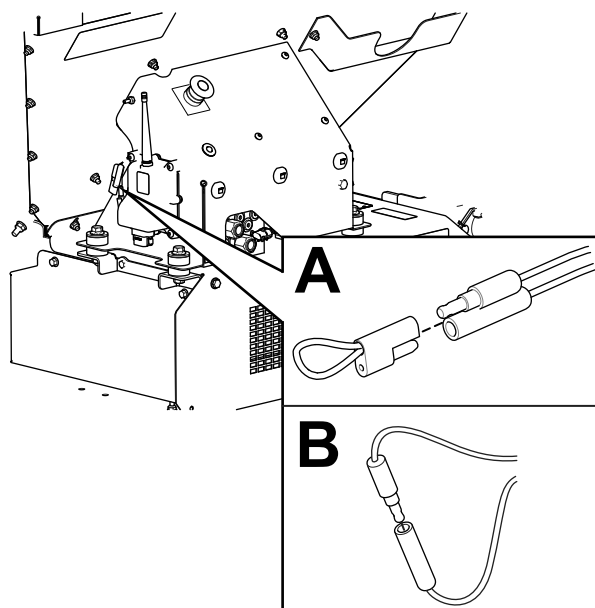

図 63
3. 故障診断コネクタ同士を接続する (図 63のB)。
2. 故障診断コネクタ同士の接続を外す 図 63のB。
3. 故障診断コネクタ2つにキャップを元通りに取り付ける 図 63のA。